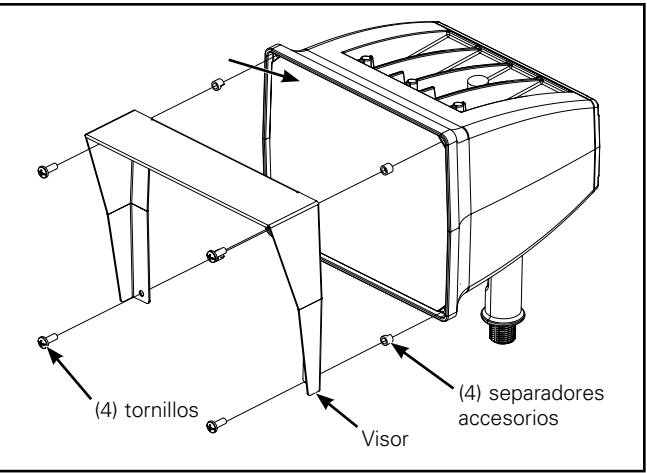

Figura 9.
4. Alinee el visor sobre los espaciadores del accesorio para que coincida con los (4) orificios existentes. (Figura 9.)
5. Añada (4) tornillos de cabeza Phillips 10-24 sobre el frente de la luminaria para ajustar el protector de cables.